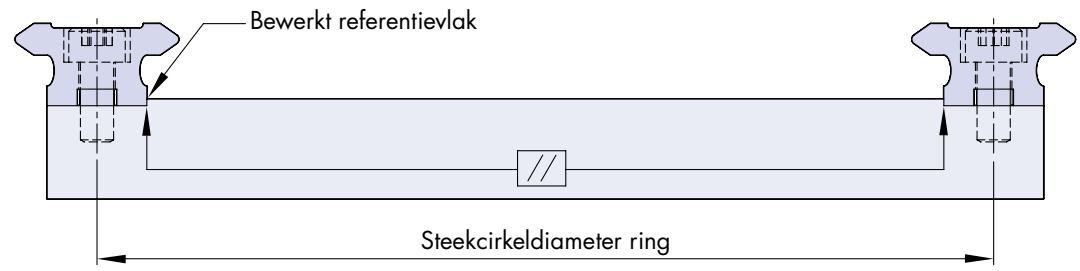

Figuur 2.2 Bevestigingsprocedure
2.2 Als de gaten geboord zijn kunnen de geleidingen bevestigd worden op de basis. Begin vanuit het midden van de geleiding en werk naar buiten toe zodat het gelijkmatig bevestigd is over de gehele lengte zoals getoond in figuur 2.2